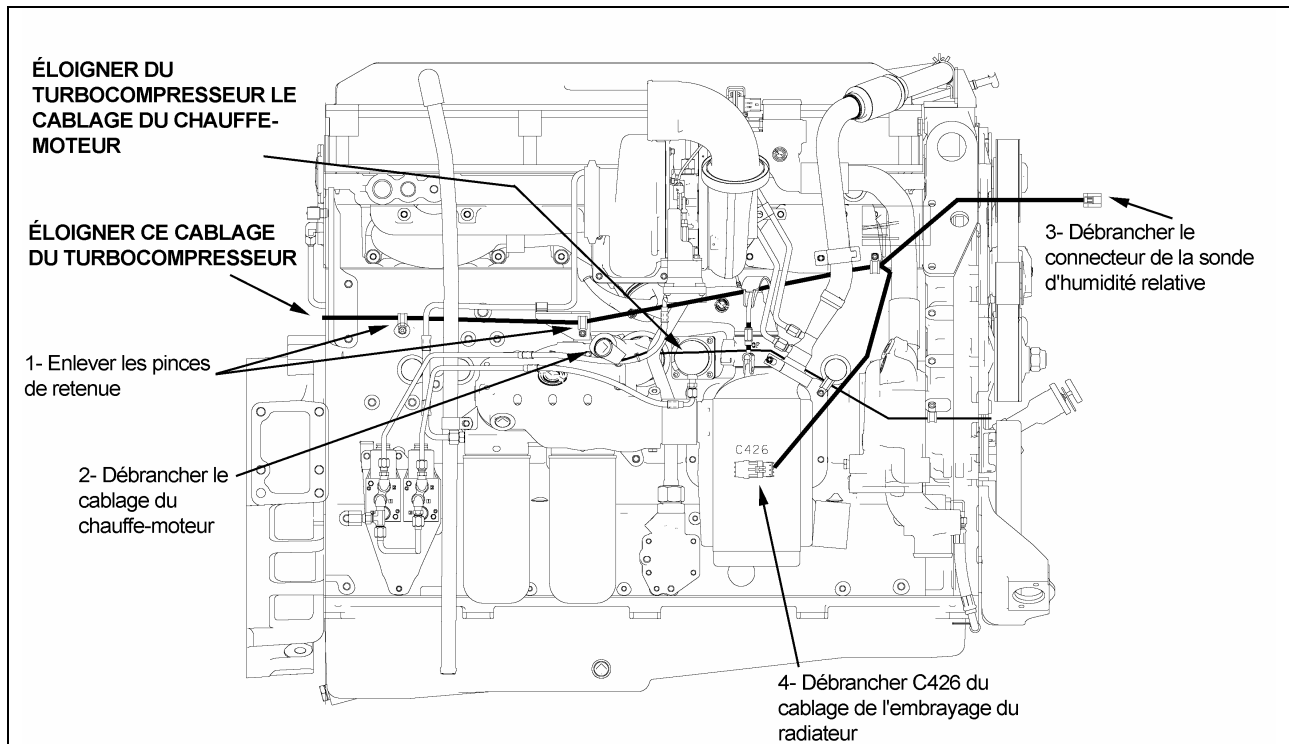

FIGURE3: DÉPLACER LES CÂBLAGES
1. Déplacer le câblage de l'embrayage du ventilateur et le câblage du chauffe-moteur tel que montré à la figure 3.